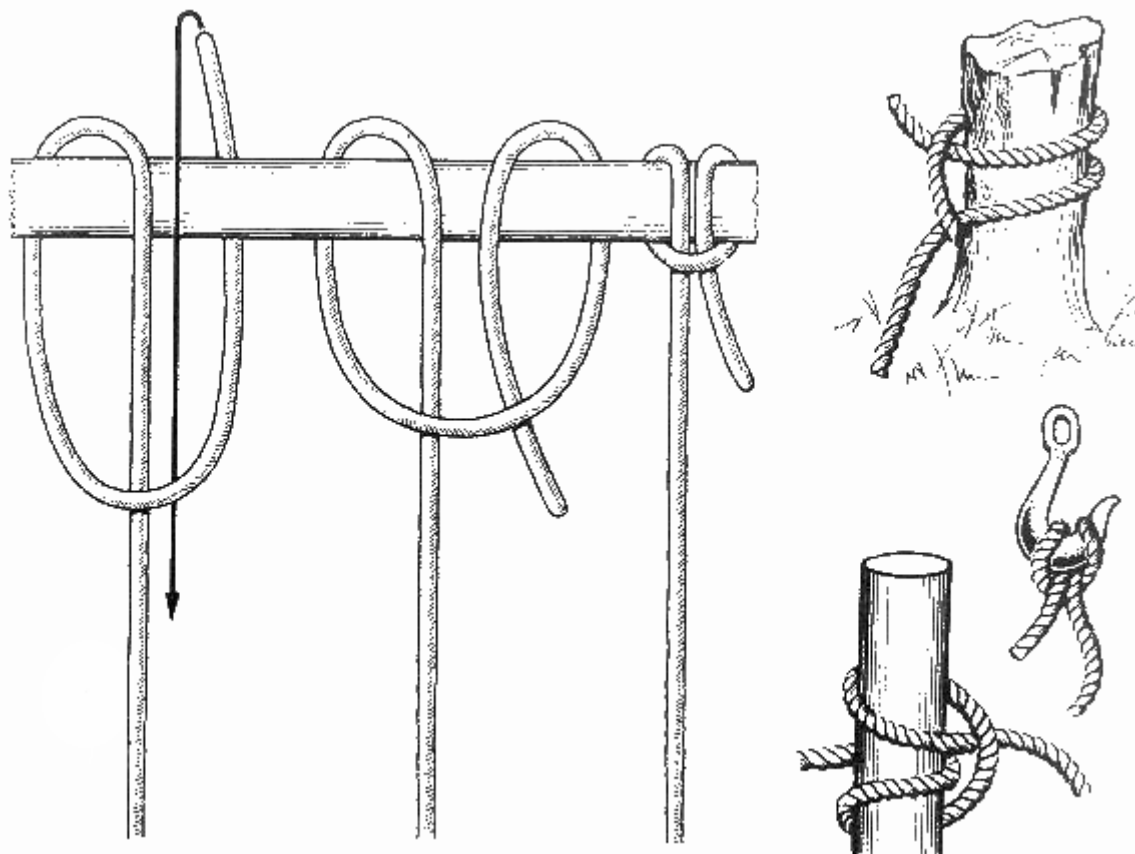
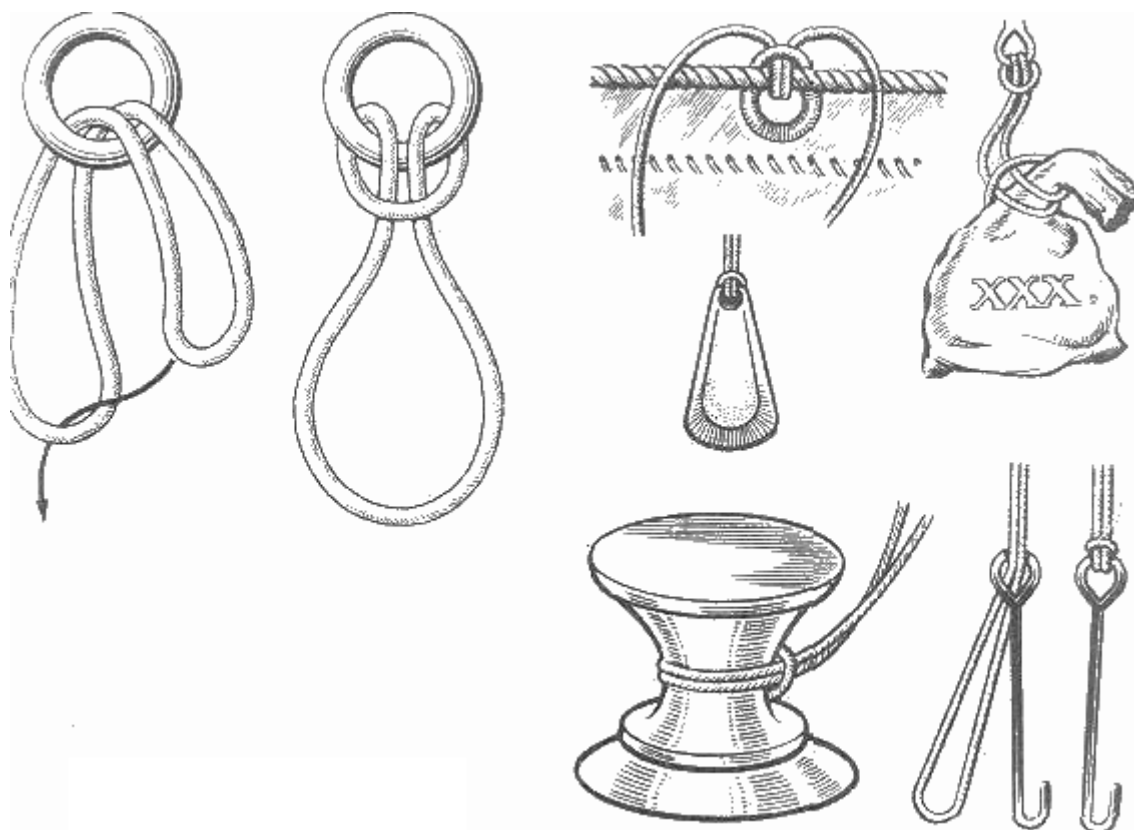

Рис. 46. Коровий узел
Рис. 47. Глухая петля
**Коровий узел** (рис. 46). Несмотря на свое прозаичное название, этот узел считается хорошим морским узлом. Он безотказно держит, если к тросу приложена тяга. Коровий узел фактически представляет собой неправильный (перевернутый) штык, работающий в другом качестве.
**Глухая петля** (рис. 47). Если ходовой и коренной концы коровьего узла (см. рис. 46) соединить вместе и к обоим концам приложить тягу, то полученный таким образом узел уже будет называться глухой петлей. Иногда его называют бирочным узлом, так как им очень удобно пользоваться для связывания вместе ключей, для хранения шайб и других предметов, имеющих отверстие, а также для обтягивания горловины мешка при его завязывании.